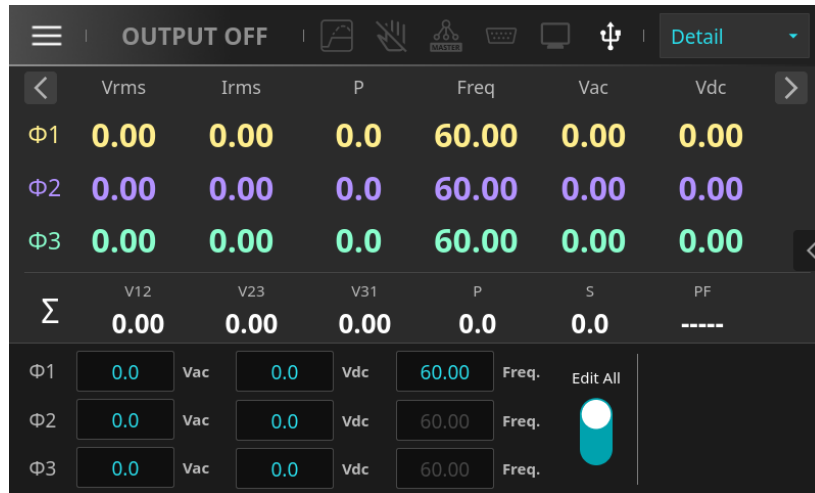

图 4-29 三相模式主画面(Same Freq)
4. 点选首页键  回到主画面，如图 4-29 所示，三相之间的频率相同。